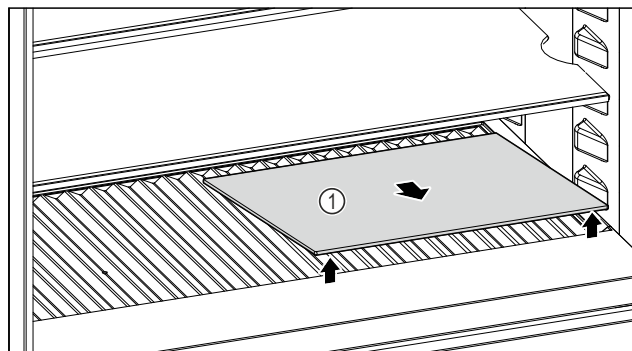

Fig. 254
- Повдигнете стъклената плоча Fig. 254 (1) при прореза отпред и извадете.
- Съхранявайте стъклената плоча Fig. 254 (1) на сигурно място извън уреда.